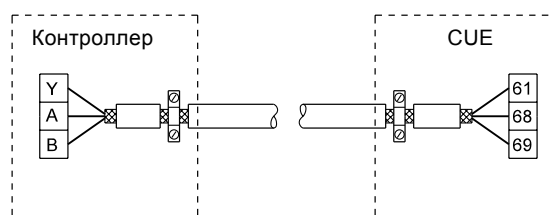
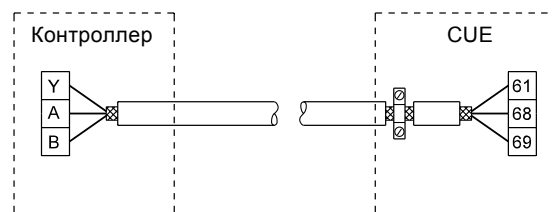

Рис. 45 Пример подключения 3-жильного кабеля с экраном, подключённым на двух концах
Рис. 46 Пример подключения 3-жильного кабеля с экраном, подключённым со стороны CUE (контроллер без кабельного зажима)
- Подключайте экран сигнального и силового кабеля на массу с обоих концов. См. рис. 45. Если на контроллере отсутствует кабельный зажим, подключайте экран только к CUE. См. рис. 46.